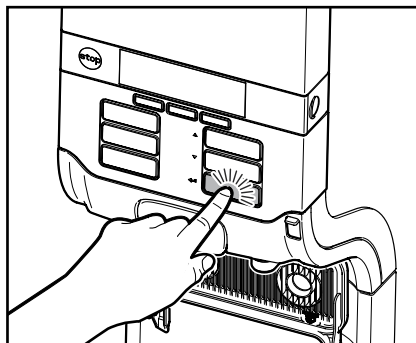

Fig. 46
4. Premere il tasto INVIO ◀, per confermare l'introduzione delle pastiglie detergenti (fig. 46).